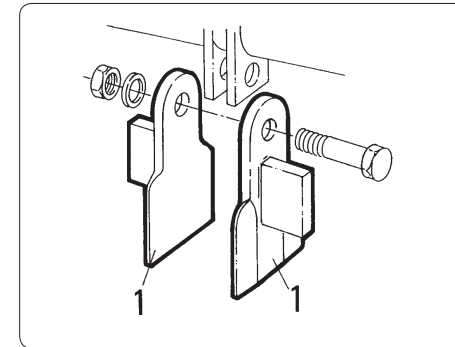

fig. 5.4.1
Sur les broyeurs mod. MT30R, il est possible de monter, à la place des outils de série, des outils "VERTICUT" (voir pos. "1" fig. 5.4.1). Quand la machine fonctionne, ces outils pénètrent de quelques millimètres (en général de 3 à 7 mm) dans le terrain en produisant dans celui-ci de minces sillons, destinés à aérer le sol afin de faciliter la croissance de la pelouse.
*Bei den Schlegelhäckslern Modell MT30R können in Ersetzung der Standardwerkzeuge "VERICUT"-Werkzeuge (siehe Pos. "1", Abb. 5.4.1) montiert werden. Während der Arbeit dringen diese Werkzeuge einige Millimeter in den Boden ein (nur 3 bis 7 mm) und erzeugen so kleine Furchen zur Belüftung des Boden und zur Förderung des Wachstums des Rasens.*